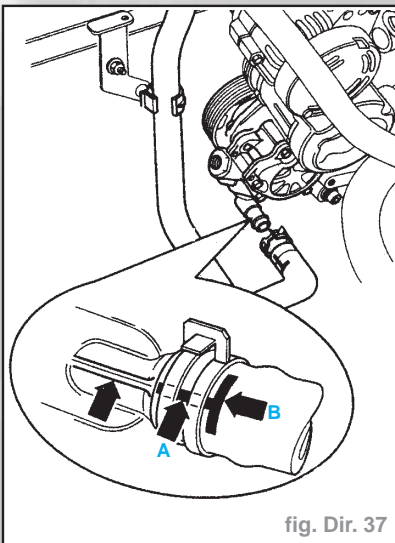

fig. Dir. 37
- Brancher le flexible de pression et monter le collier à lame-ressort (fig. Dir. 37).
- Le repère (flèche **A**) doit coïncider avec la bavure (flèche) (fig. Dir. 37).